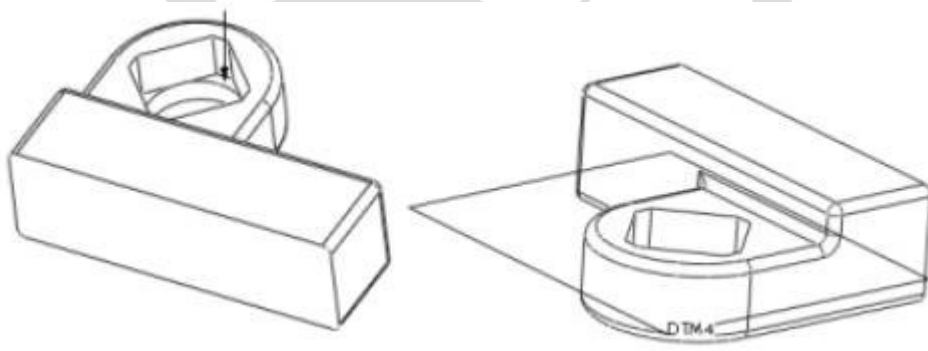

图 15-29 建立的分模面
1. 建立分模面。使用基准平面工具，在图 15-29 中箭头指示的台阶面处，建立一基准平面 DTM4 作为分模面。